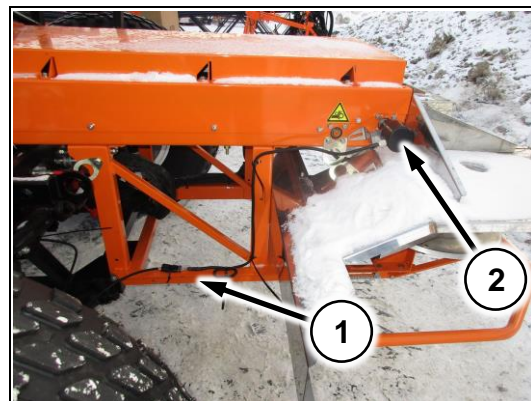

Рис. 145
Для работы системы на машине должен быть установлен датчик оборотов ленты (Рис. 145/2) и гидравлический клапан ленты (Рис. 146/1), а также доработана гидравлическая система машины (См. п.11.1.2.2!)
- 1) Соедините жгут с датчиком оборотов ленты (Рис. 145/1).